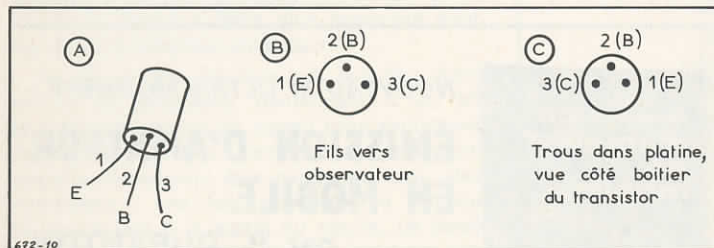

Fig. 10
Ces transistors ont un boîtier cylindrique duquel sortent trois fils. Les sorties de ces trois fils sont disposées comme en (A) et (B) figure 10.
Cela a été représenté sur les figures 10 B et 10 C. Si les fils sont vers l'observateur, la succession 1-2-3 se fait dans le sens des aiguilles d'une montre. Si l'on voit le transistor avec le boîtier vers l'observateur (fig. 10 C) le sens 1-2-3 est le sens trigonométrique.